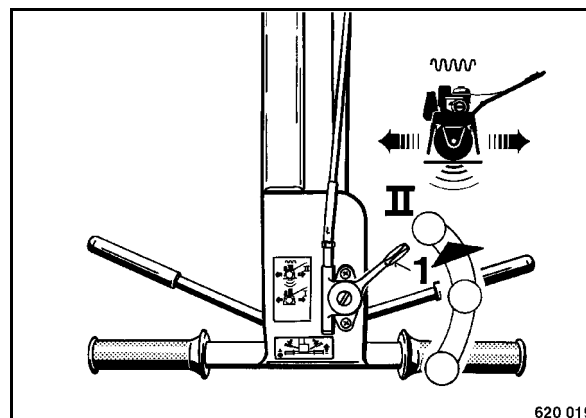

рис. 16
- Установить рычаг управления частотой вращения 1 (рис. 16) в положение "II" вибрации.